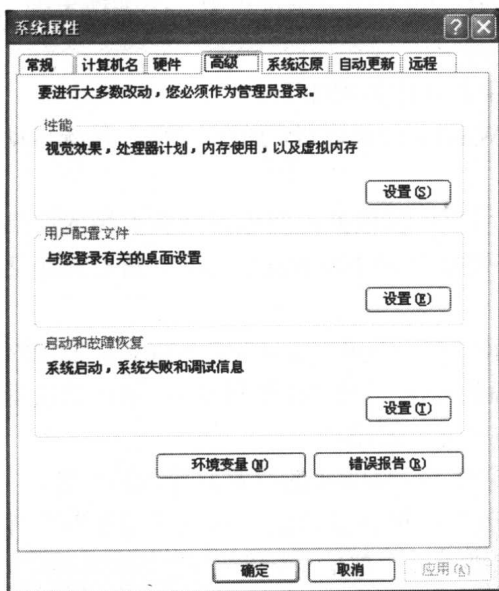

图 1-3 “系统属性”对话框
(1) 在桌面上用鼠标右键单击“我的电脑”图标,在弹出的快捷菜单中选择“属性”选项,弹出“系统属性”对话框,如图 1-3 所示。